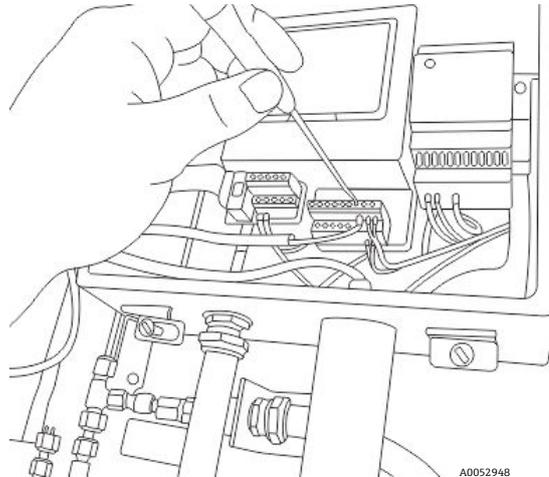

Abbildung 82. Verdrahtung entfernen
6. Mit einem Mini-Schraubendreher den roten und schwarzen Leiter mit der Bezeichnung "psens-" bzw. "psens+" vom Anschlussklemmenblock TB2 trennen, wie in Abbildung 82 dargestellt.